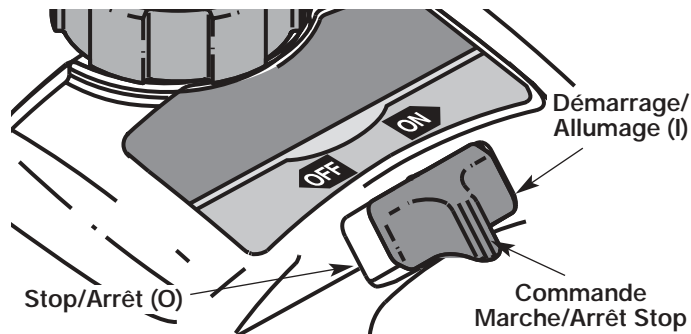
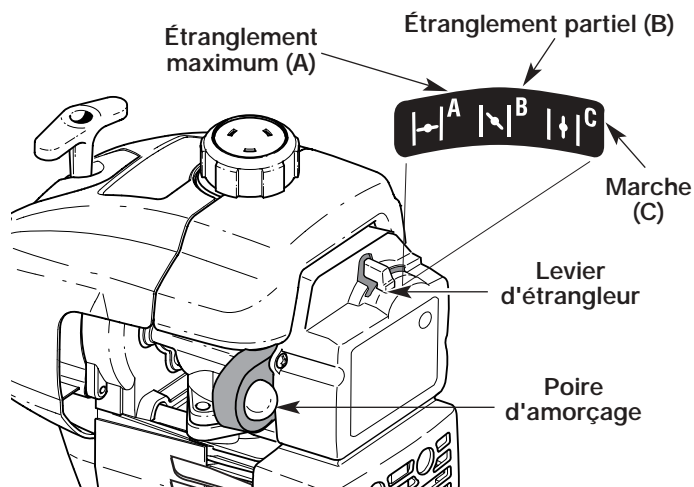

Figure 6
Figure 7
2. Mettez la commande Marche/Arrêt Stop en position **MARCHE (I)** (Fig. 6).
3. Enfoncez complètement, puis relâchez lentement la poire d'amorçage 10 fois. Vous devriez voir du carburant dans la poire (Fig. 7). S'il n'est pas visible, appuyez trois fois de plus ou jusqu'à ce qu'il apparaisse.
4. Mettez le levier d'étrangleur en position d'étranglement **MAXIMUM (A |←|)** (Fig. 7).
6. Mettez le levier d'étrangleur en position d'étranglement **PARTIEL (B |↘|)** (Fig. 7).
REMARQUE : si le moteur se noie durant le démarrage, placez le levier d'étrangleur en position **MARCHE (C |↑|)** (Fig. 7). Appuyez sur la manette des gaz. Tirez rapidement sur la corde de démarrage. Le moteur devrait démarrer après 3 à 8 coups.
9. Appuyez sur la manette des gaz de 5 à 10 secondes pour réchauffer le moteur. Mettez le levier d'étrangleur en position **MARCHE (C |↑|)** (Fig. 7).
REMARQUE : il n'est pas nécessaire d'utiliser l'étrangleur pour démarrer un moteur chaud. Mettez la commande Marche/Arrêt Stop en position **MARCHE (I)** (Fig. 6), puis démarrez en position d'étranglement **PARTIEL (B |↘|)** (Fig. 7). Après le démarrage, placez le levier d'étrangleur en position **MARCHE (C |↑|)** (Fig. 7).
2. Mettez la commande Marche/Arrêt Stop en position **ARRÊT (O)** (Fig. 6).